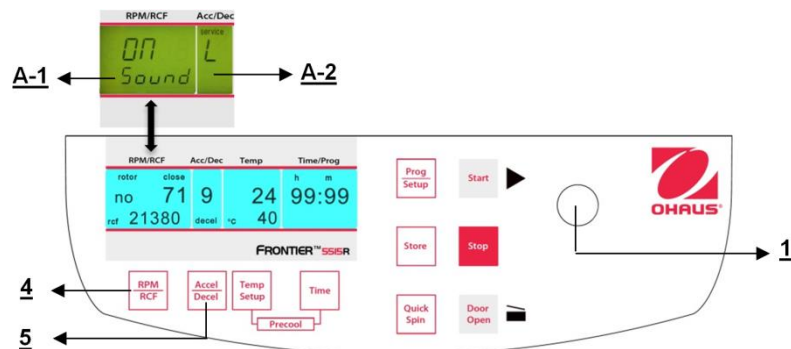

Figure. 33
Sélectionner maintenant la lettre **"U"** avec le bouton de réglage (1). Ceci entraîne l'apparition des mots **"Vol=0-9/Sound"** sur l'affichage **"RPM | RCF"** (A-1). Après avoir appuyé sur la touche **"RPM | RCF"** (4), l'utilisateur peut régler le volume désiré entre 0 (faible) et 9 (fort) avec le bouton de réglage (1) (voir la figure 33).